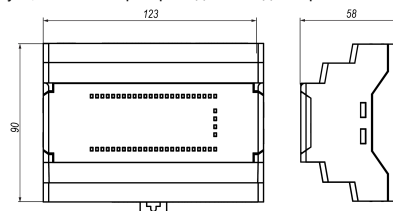

Рисунок 2 – Габаритні розміри пристрою
1. Підготувати на DIN-рейці місце для установлення пристрою відповідно до розмірів пристрою (див. рисунок 2).